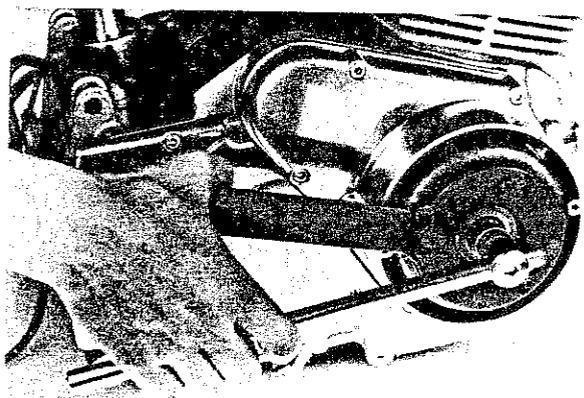

Fig. 158
- 2) Immobilizzare il volano applicando ai suoi due fori oblunghi l'attrezzo speciale apposito, quindi con una chiave a tubo da 17 mm svitare il dado centrale con FILETTATURA SINISTRA, togliendo anche la rondella sottostante (Fig. 158).
- 2) Hold the flywheel by means of the special tool (fitted to the elongated holes). With a 17 mm box spanner undo the LEFT HAND THREAD centre nut and remove also the washer (Fig. 158).